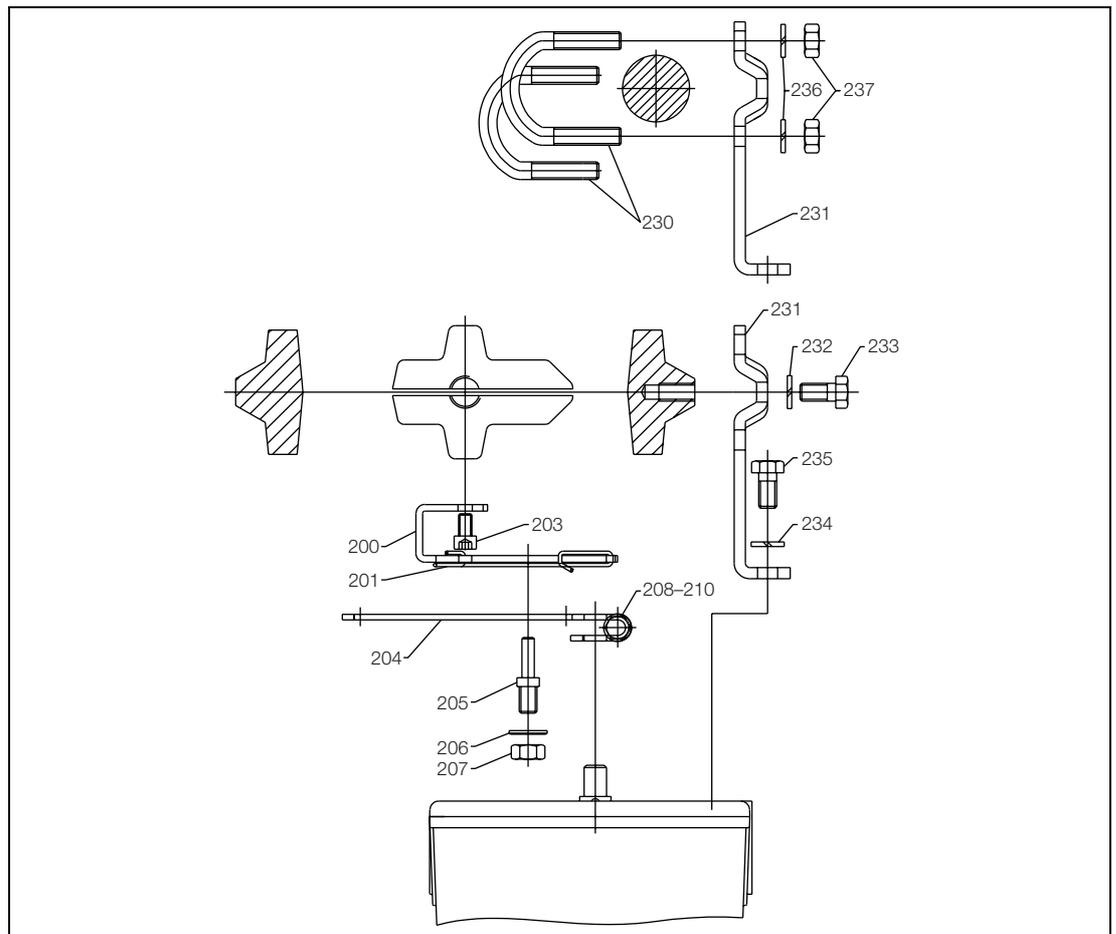
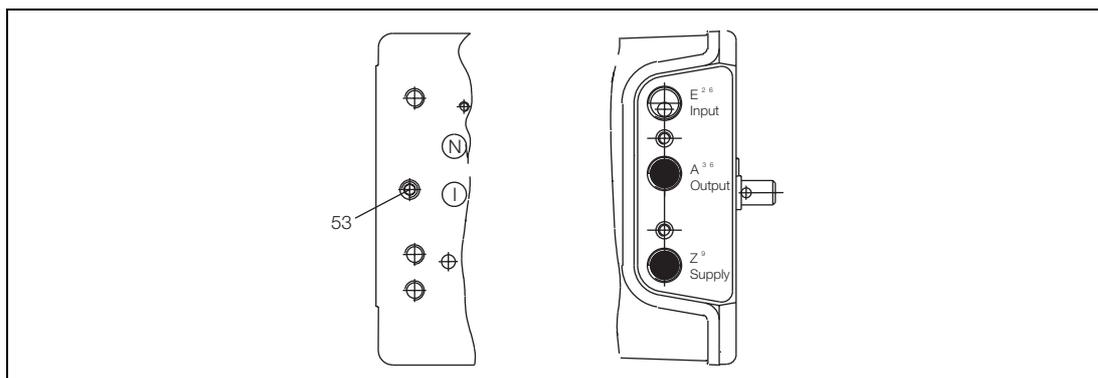
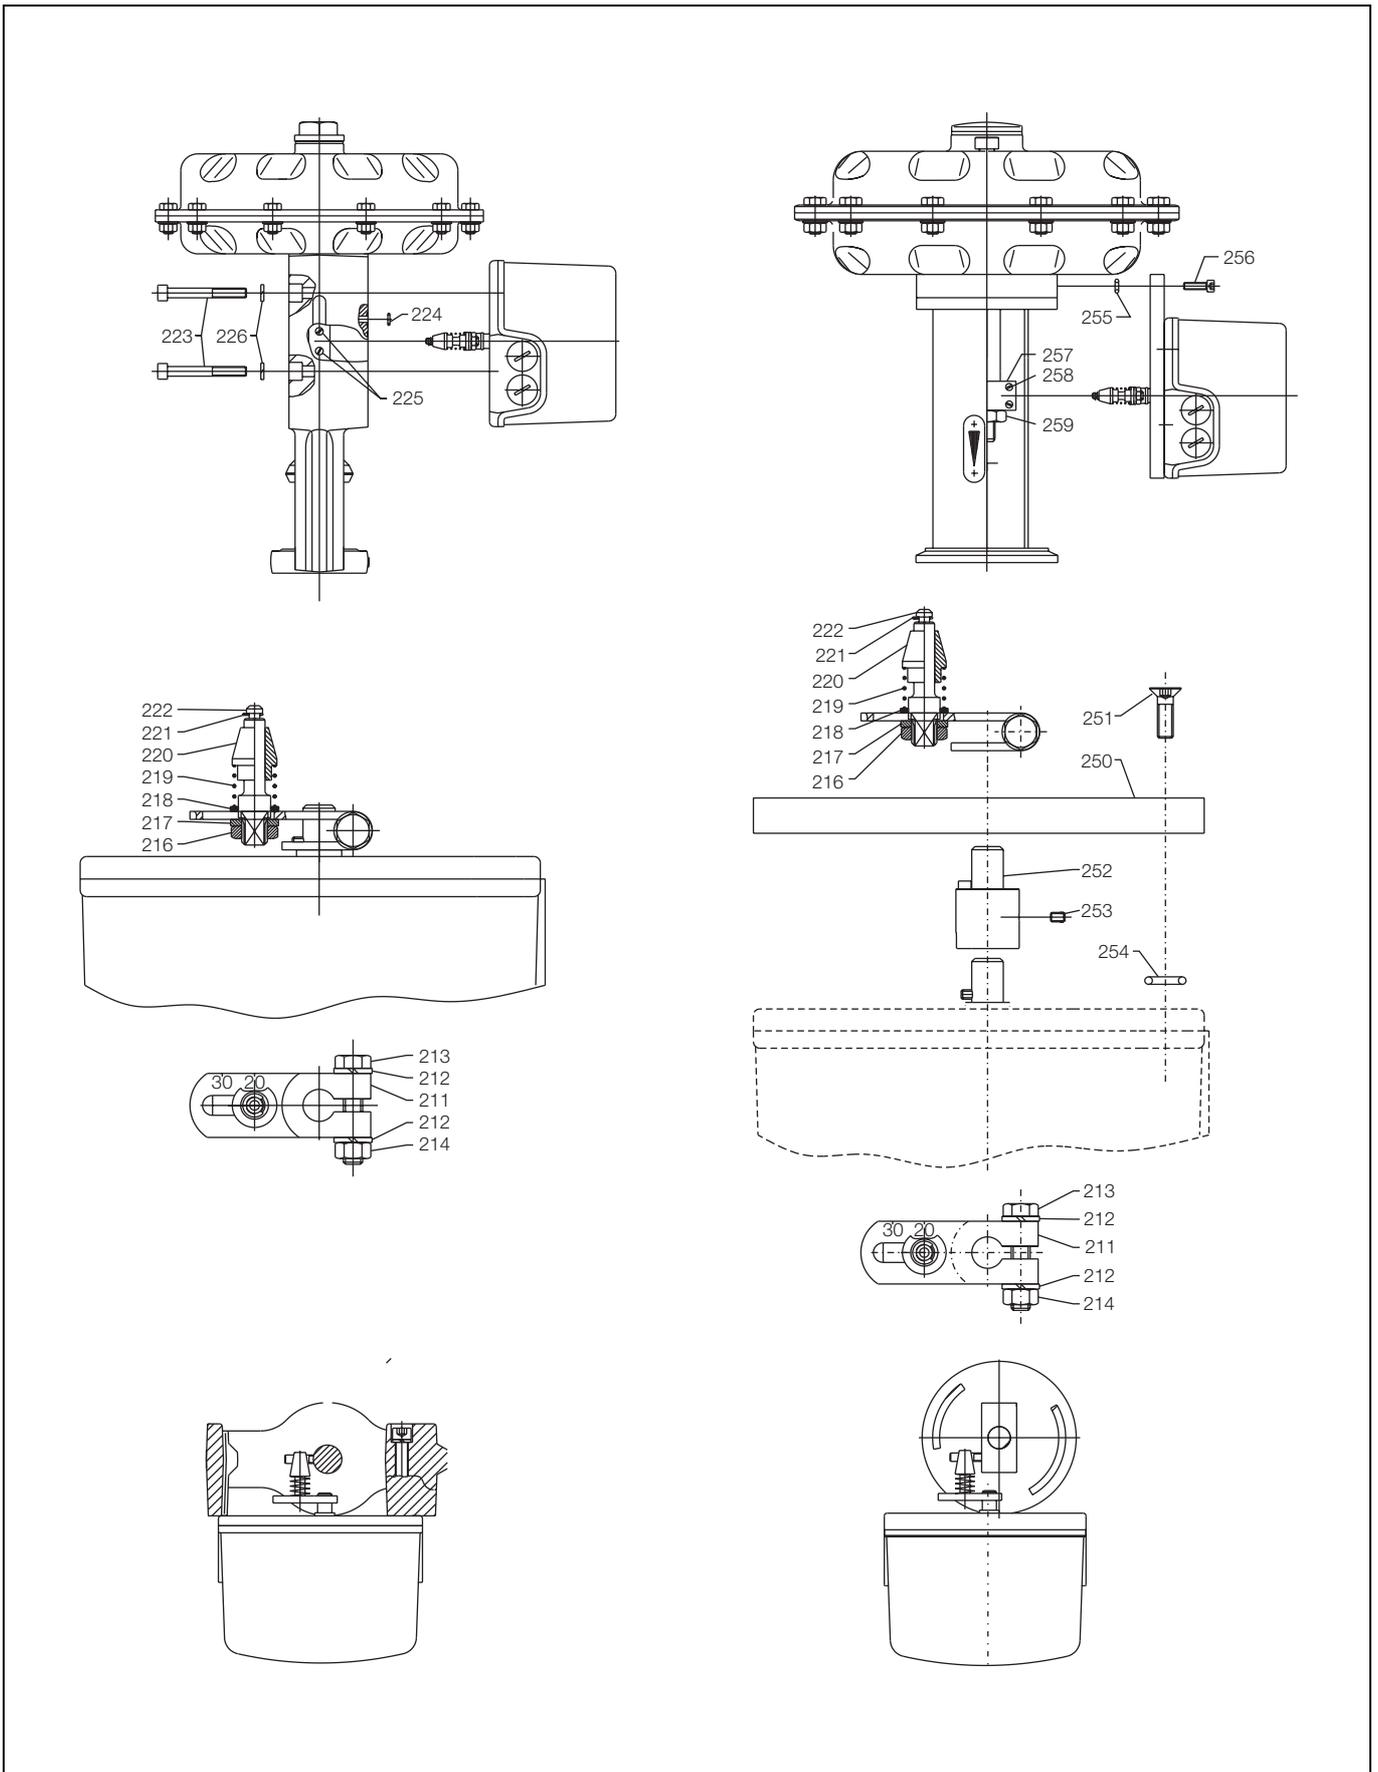

Abb. 2:
Abb. 4:
Abb. 5:
Für den Anbau an Linearantriebe wird ein spezieller Anbausatz benötigt (siehe Abb. 2).
Die Stellantriebe der Regelventile 23/24, 23/25 und 23/26 wurden für einen speziellen Anbau des Stellungsreglers 23/57 hergerichtet (siehe Abb. 5 Bild 1...3 bei Regelventilen 23/24 und 23/25 und Abb. 5 Bild 4...6 bei Regelventilen 23/26). Das Besondere ist zum einen der innerhalb des Joches geschützt liegende Abgriff des Stellhubes und zum anderen die Luftverbindung durch eine innere Kanalbohrung zwischen Stellungsregler und Stellantrieb. Für die interne Luftführung ist auf der Rückseite des Stellungsreglers die Verschlusschraube (53) zu entfernen und der seitliche Anschluss (A 36) mit einem Verschlussstopfen druckdicht zu verschließen (siehe Abb. 4). Die übliche Außenverrohrung entfällt. Das heißt, sie ist nur in einem Sonderfall erforderlich und zwar bei den Regelventilen 23/24+23/25 mit der Wirkrichtung „Luft schließt/Federkraft öffnet“ (siehe Kapitel 3.5.1).
Die grobe Voreinstellung erfolgt durch die Platzierung des Bolzens (205 Abb. 2) bzw. der Konusrolle (216-222 Abb. 5 Bild 2 und 5) im Langloch des Hebels (204 Bild 2 bzw. 211 Abb. 5 Bild 2 und 5) bei dem mechanischen Anbau des Stellungsreglers an den Stellantrieb. Zur Orientierung ist eine Skalierung auf dem Hebel angebracht. Für die Grobjustierung gilt: